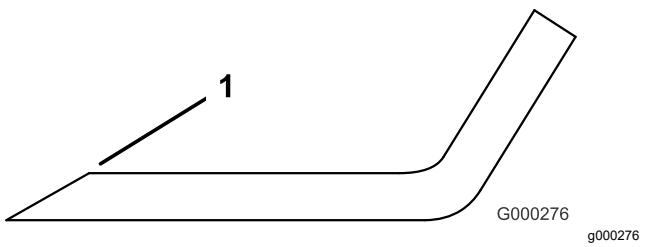

**Bild 76**
2. Prüfen Sie die Schnittkanten des Messers sorgfältig, insbesondere dort, wo die geraden Flächen die gebogenen berühren (Bild 76).
**Hinweis:** Da Sand und anderes reibendes Material das Metall abschleifen kann, das die flachen mit den gebogenen Teilen verbindet, müssen Sie das Messer vor jedem Einsatz des Rasenmähers prüfen. Wenn Sie Abnutzungen feststellen (Bild 76), sollten Sie das Messer auswechseln.